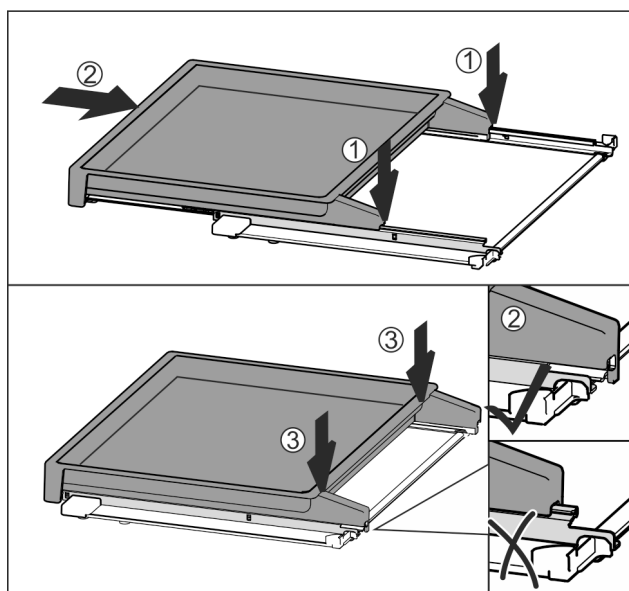

Fig. 115
- Appoggiare centralmente sulle guide *Fig. 115 (1)*.
- Spingere completamente il ripiano estraibile *Fig. 115 (2)*.
- Premere sul lato posteriore fino ad avvertire l'innesto *Fig. 115 (3)*.